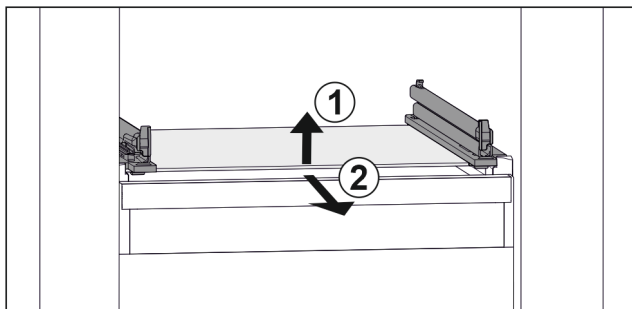

Fig. 50 Reprezentare exemplificativă a plăcii de sticlă
- Ridicați placa de sticlă din față. Fig. 50 (1)
- Extrageți placa de sticlă spre înainte. Fig. 50 (2)